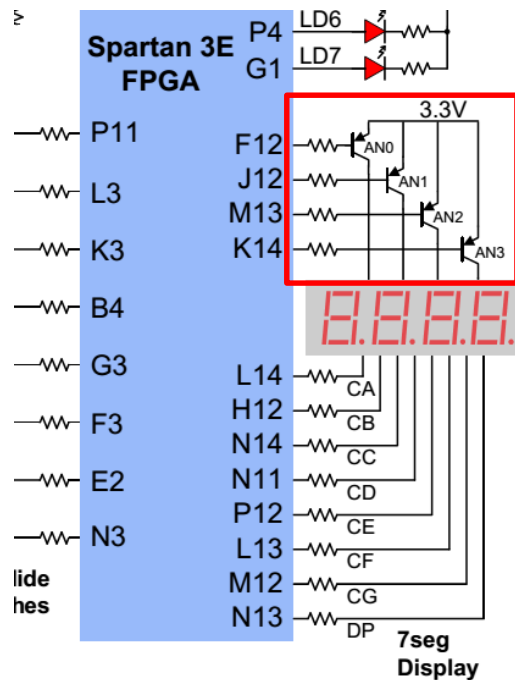

Figura 2
1. Para visualizar distintos datos en los displays se realiza el proceso de multiplexación, es decir se decidirá en qué momento se encenderá uno y se apagaran los demás. El apagado y encendido se logra controlando la alimentación de los displays (transistores), los cuales se muestran en la **Figura 2**.